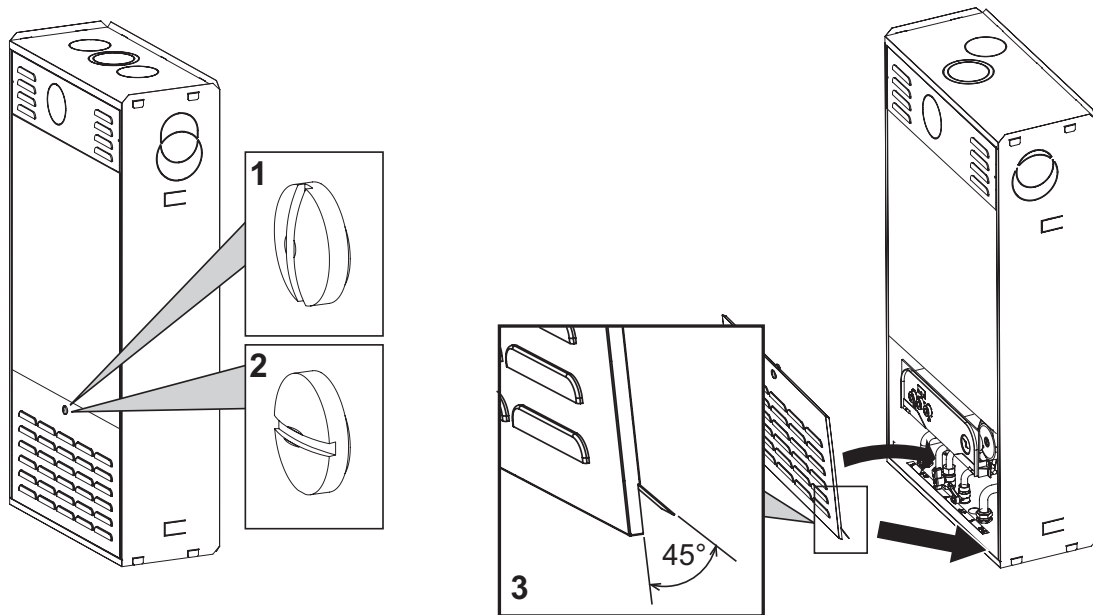

fig. 11 - Apertura e chiusura mantello
- Con una moneta o un cacciavite agire sulla serratura (1 = chiuso - 2 = Aperto - fig. 11).
- Quando si richiude il portellone, verificare che le linguette inferiori siano in posizione corretta (rif. 3 - fig. 11) e si incastrino nelle apposite sedi sull'involucro.